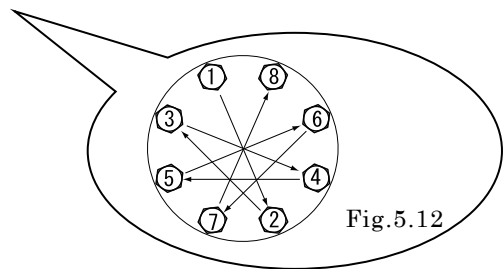

Fig.5.12
- Apriete los tornillos gradualmente en secuencia con una diagonal incluso par. (consulte Fig. 5.12)
- Mantenga el lado convexo hacia fuera (consulte Fig. 5.12).
- Coloque las juntas tóricas a ambos lados del diafragma. (consulte Fig. 5.12)